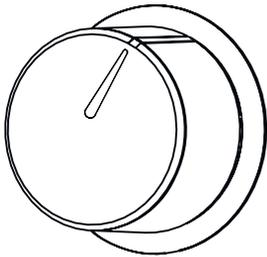

Fig. 16: Función "Pop out" on
- Cuando termine de cocinar, gire el interruptor a la posición de apagado (arriba) y presiónelo hacia adentro (Fig. 16).